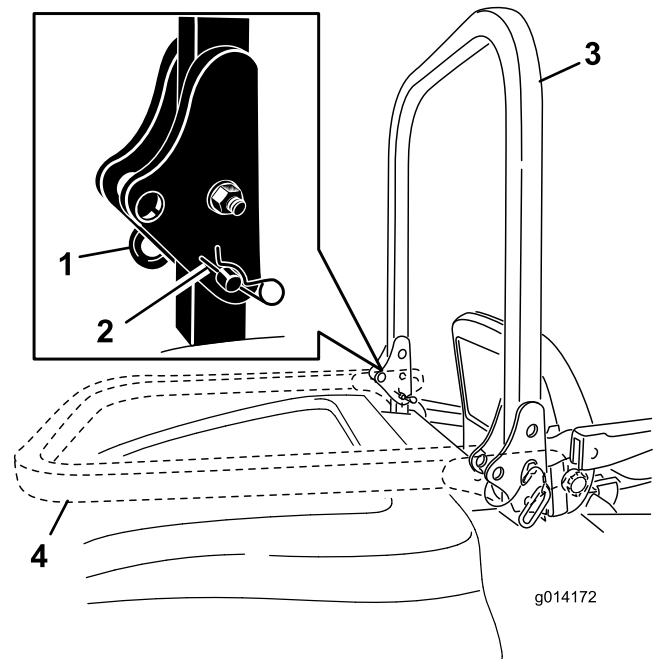

Figura 20
2. Retire las 2 chavetas y retire los 2 pasadores (Figura 20).
3. Eleve la barra antivuelco a la posición vertical (Figura 20).
4. Fije la barra antivuelco con los 2 pasadores y las 2 chavetas (Figura 20).
1. Retire las chavetas, presione la barra antivuelco hacia delante contra los muelles y retire los 2 pasadores (Figura 20).
2. Baje la barra antivuelco (Figura 20).
3. Instale los 2 pasadores en las placas de pivote y fije los pasadores con las 2 chavetas (Figura 20).